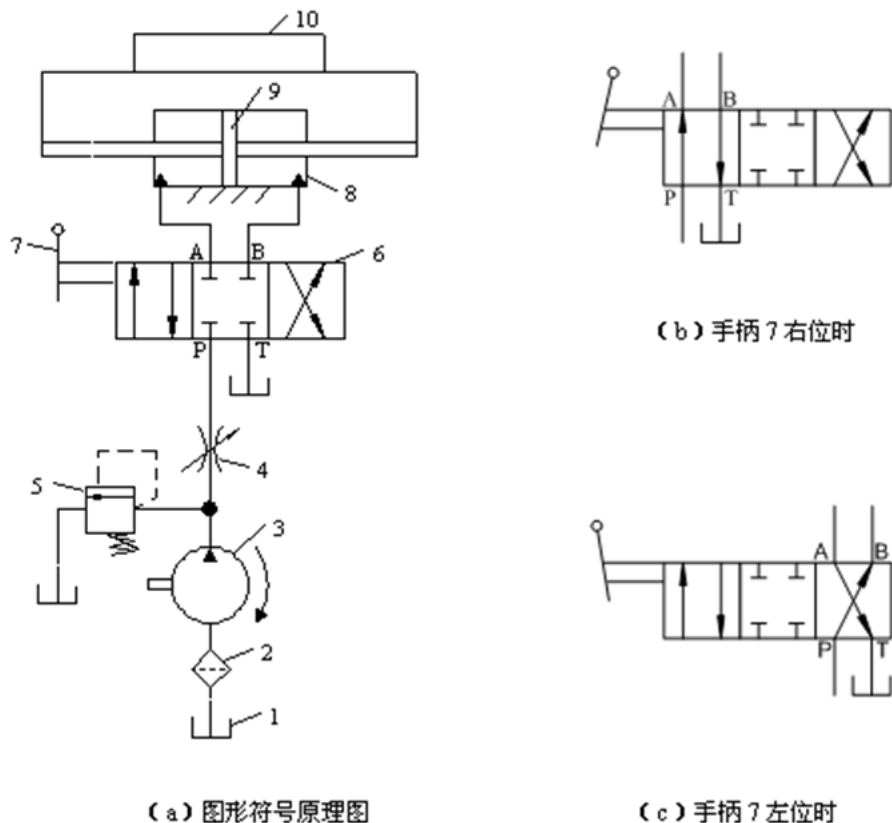

图 0-4 用职能符号表示的简单机床的液压传动系统
(1) 液压泵图形符号。由一个圆加上一个实心三角以及圆外的旋转运动方向来表示，三角尖向外，表示油液的方向。图0-4中旋转方向为单向箭头，表示单向旋转；若为双向箭头，则表示双向旋转。图0-4中无斜向穿过圆的箭头表示该泵为定量泵，若有箭头则为变量泵。
(2) 换向阀图形符号。为改变油液的流动方向，换向阀的阀芯位置要变换，它一般可变动2~3个位置；阀体上的通路数根据需要也不同。根据阀芯可变动的位置数和阀体上的通路数，可组成“×位×通”换向阀。其图形意义为：
①换向阀的工作位置用方格表示，有几个方格即表示几位阀。
②方格内的箭头符号表示油液的连通情况，不表示油液的流动方向，“T”表示油液被阀芯闭死的符号。这些符号在一个方格内和方格的交点数，即表示阀的通路数。
③方格外的符号为操纵阀的控制符号。控制形式有手动、机动、电动和液动等。
(3) 压力阀图形符号方格相当于阀芯，方格中的箭头表示油液的通道，两侧的直线代表进出油管。图0-4中的虚线表示控制油路，压力阀就是利用控制油路的液压力与另一侧弹簧力相平衡的原理进行工作的。
(4) 节流阀图形符号两圆弧所形成的缝隙即为节流孔道，油液通过节流孔使流量变化。图0-4中节流阀的箭头表示节流孔的大小可以改变，称为可调节流阀，也表示通过该阀的流量是可以调节的。